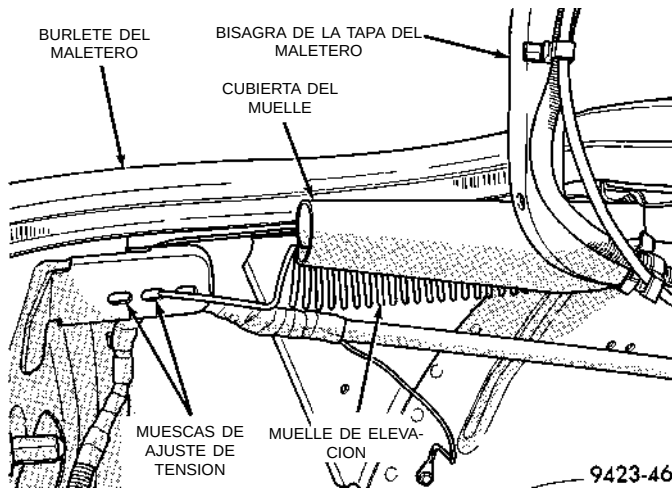

Fig. 73 Muelles de elevación de la tapa del maletero
- (1) Suelte el maletero y abra la tapa.
- (2) Apoye la tapa del maletero en un dispositivo de sustentación adecuado.
- (3) Extraiga la cubierta partida del muelle de elevación (Fig. 73).
- (4) Con un alicate común, desacople el muelle de la muesca de ajuste debajo de la canaleta lateral de la abertura del maletero.
- (5) Desacople el muelle de la bisagra de la tapa del maletero.